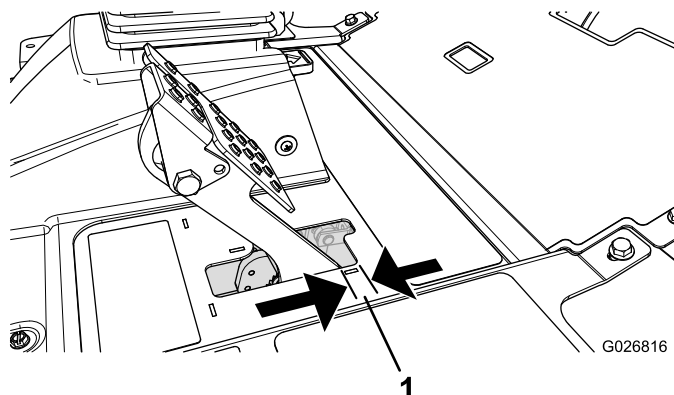

Figura 68
Ajuste os travões se o pedal do travão apresentar uma folga superior a 2,5 cm (Figura 68) ou quando os travões não funcionarem de forma eficaz. Folga é a distância percorrida pelo pedal antes de se verificar qualquer resistência ao movimento.
2. Aperte a porca traseira para deslocar o cabo para trás até que os pedais dos travões apresentem uma folga de 6.3 a 12.7 mm (Figura 68) antes de alcançar o bloqueio.